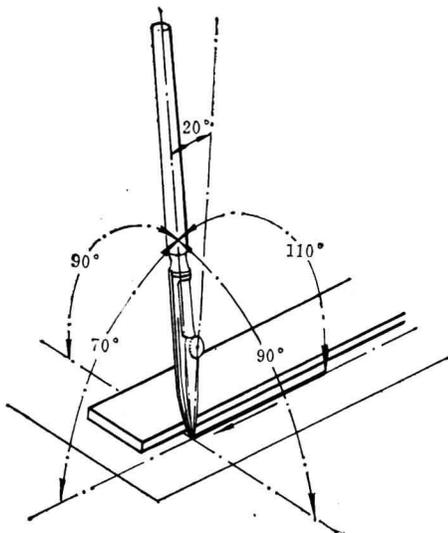
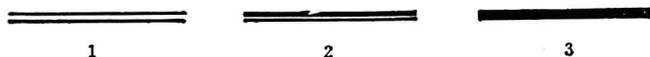

图 1-13
图 1-14
1. 画墨线时，直线笔须紧靠尺边，并注意笔与纸面的角度，要始终保持一致（图 1-13）。笔的移动速度要均匀，太快则线条会变细，太慢则线条会变粗。一条线最好一次画完，中途不要停笔。如果线太长或画长曲线，需要分几次画成时，应注意使接头准确、圆滑。画粗线时，可分几次画成，以免直线笔尖间空隙太大，流出墨水太多，使纸面起皱，影响画图质量（图 1-14）。